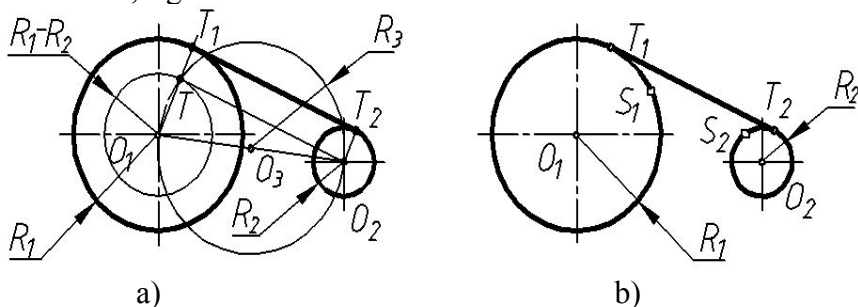

Fig. 3.5
- Construirea tangentei exterioare comune a două cercuri cu raze diferite, fig. 3.5.